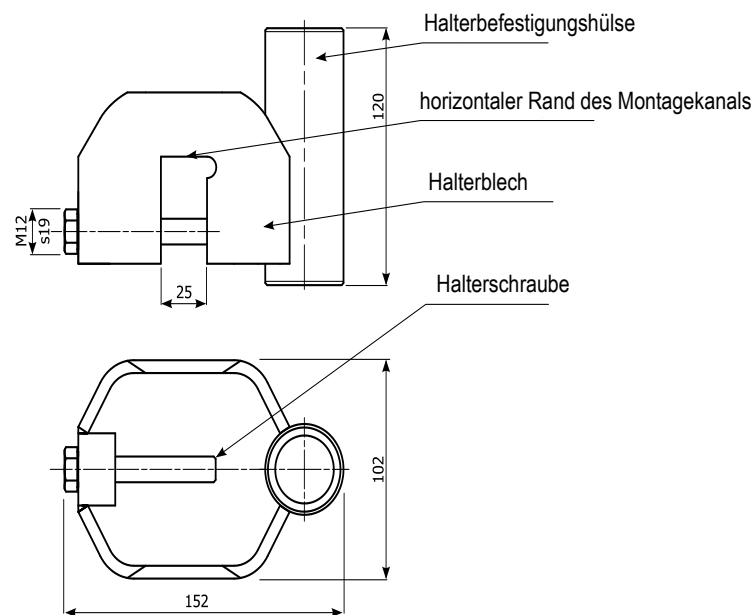

Abb. 26 Halter für Stahlspundbohlen
1.3.24. Halter für Stahlspundbohlen (Abb. 26)